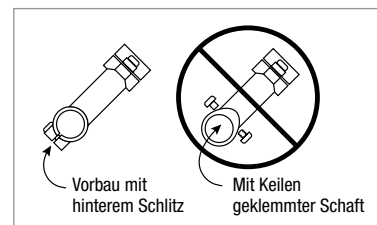

Abbildung 1
**▲ WARNUNG:** Verwenden Sie Vorbauklemmaufnahmen mit hinterem Schlitz ausschließlich für Carbonlenker. Mit Keilen geklemmte Vorbauten dürfen nicht benutzt werden und könnten einen Bruch verursachen (Abbildung 1).